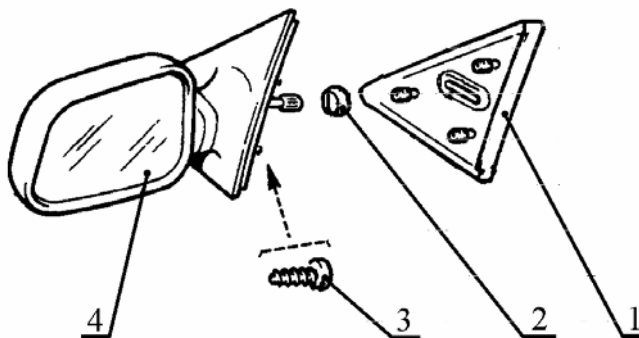

Рис.3. Зеркало наружное:
3.2 Снять облицовку 1, рис.3, наружного зеркала, отвернуть гайку 2 (или снять скобу фиксации) и три винта 3 крепления зеркала, снять зеркало 4 (отвертка плоская, отвертка крестообразная).